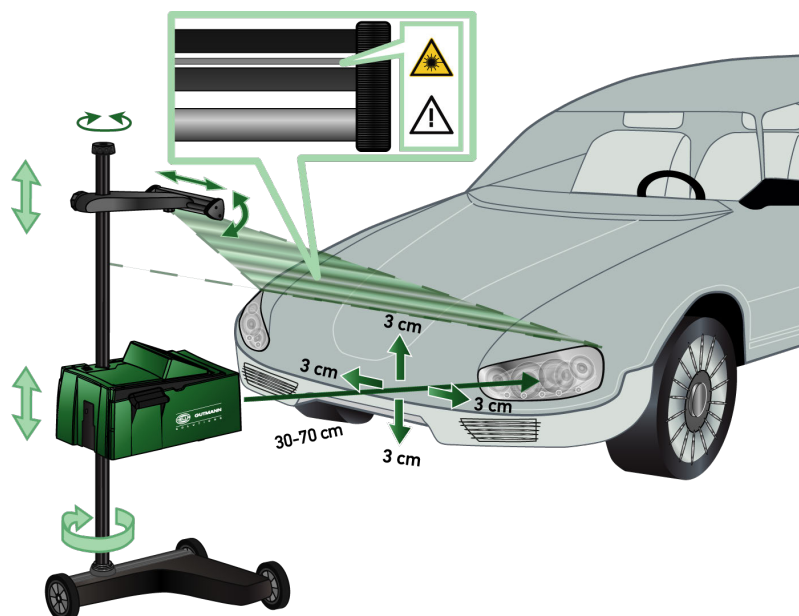

Abb. 6
5. Das Handrad der Säulenarretierung anziehen (Abb. 6), ohne die Ausrichtung zu verstellen.
Der Abstand von Vorderkante des Optikgehäuses bis zum Scheinwerfer muss zwischen 30...70 cm (Abb. 6) liegen.